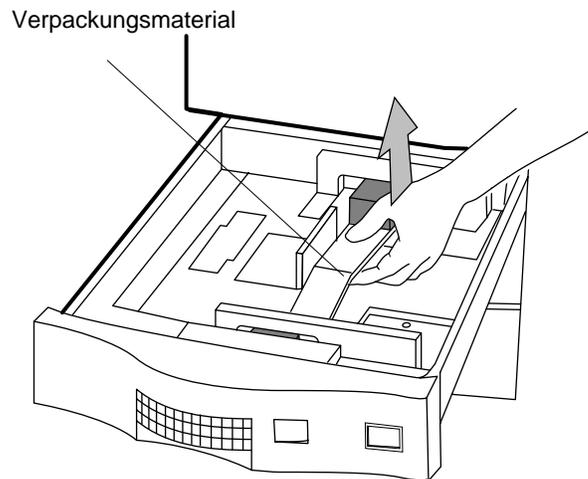

Abbildung 2-39 Styroporblöcke entfernen
2. Entfernen Sie aus jedem Papierfach die Styroporblöcke. Siehe Abbildung 2-39.